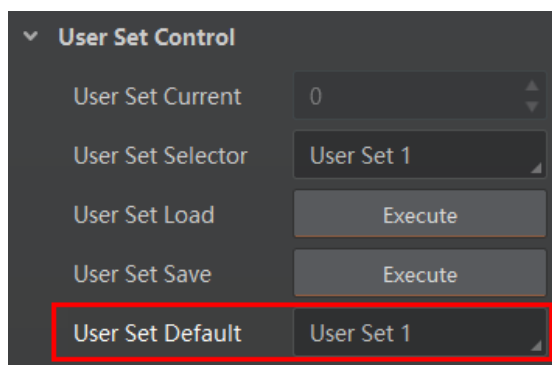

图8-14 设置默认启动参数
- 设置默认启动参数：通过 *User Set Default* 参数下拉选择相机上电时默认启动的参数，如图 8-14 所示。